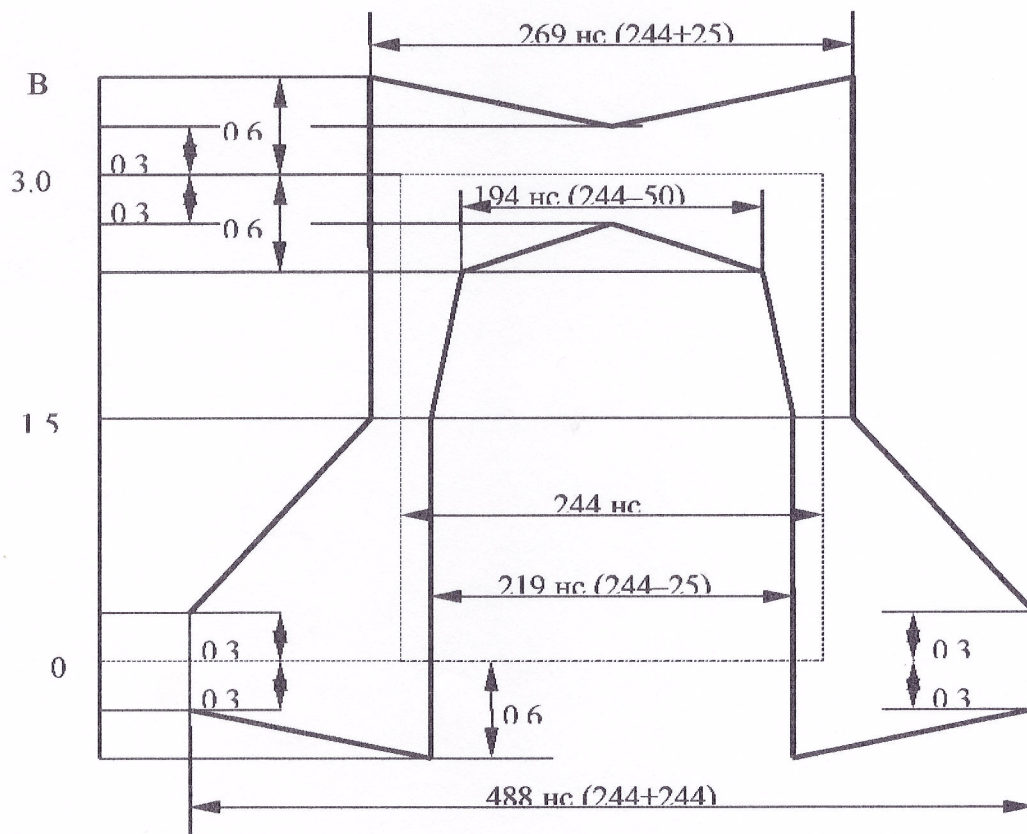

Рис.4. Маска формы импульса на симметричном выходе анализатора (2048 кбит/с).
8.3.4.4. Форма сигнала сравнивается со специальной маской (рис.4 и 5) в соответствии с ГОСТ 26886-86 (рекомендация ИТУ-T G.703).